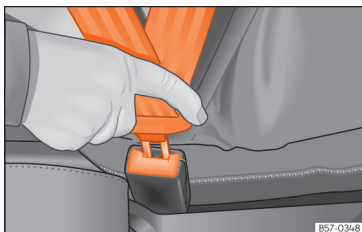

Fig. 20 Introduceți limba centurii de siguranță în catarama acesteia.
- Introduceți catarama centurii în catarama scaunului corespunzător » » fig. 20.